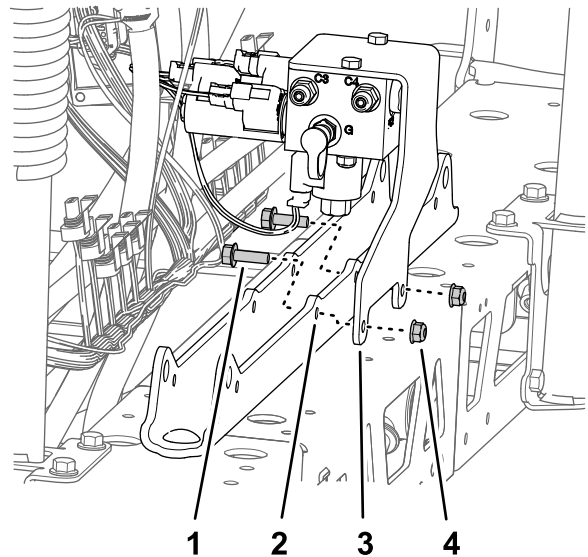

Bild 95
- A. Fluchten Sie die Löcher in der Stützhalterung für den Abschnitthubverteiler mit den Löchern in der Zylinderbefestigung aus (Bild 95).
haben, an der Zylinderbefestigung (Bild 95).